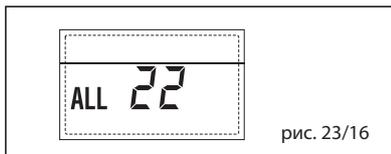

рис. 23/16
– **НЕПОЛАДКА ПОЛОМКИ ДАТЧИКА ПОДАЧИ ВТОРОЙ СМЕШАННОЙ ЗОНЫ “ТРЕВ 23” (рис. 23/17)**